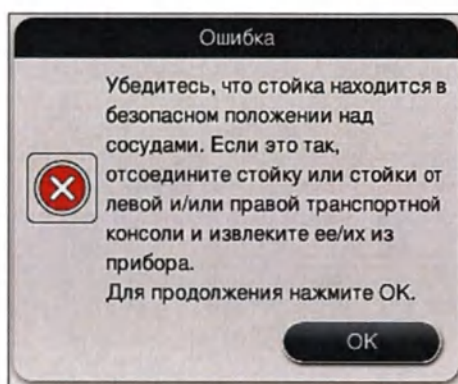
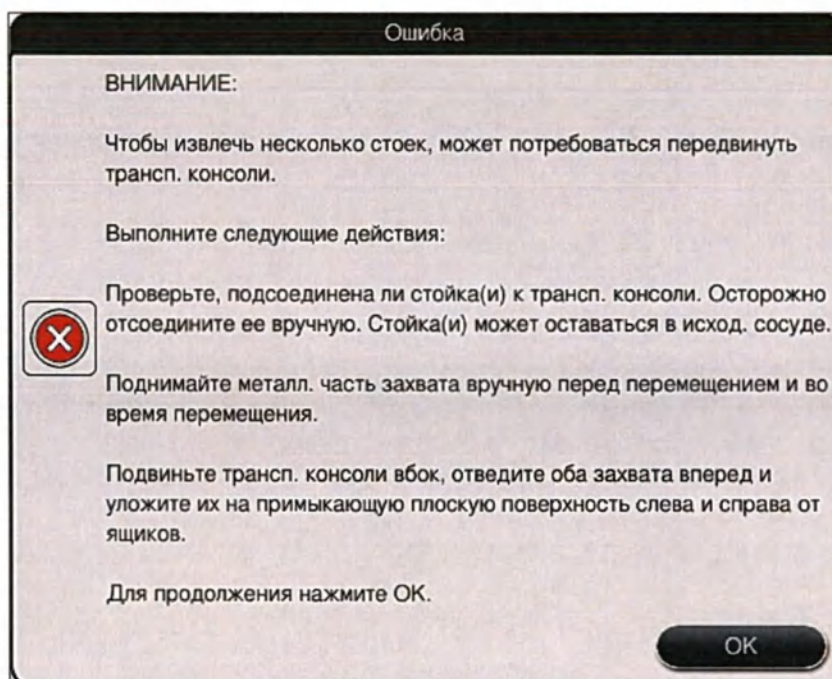

Рис. 108
Рис. 109
2. После этого в этом информационном сообщении появляется указание для пользователя проверить (→ "Рис. 108"), поместил ли прибор одну или две стойки в безопасное положение между двумя кюветами с реактивами (→ "Рис. 104").
3. При нажатии кнопки ОК (→ "Рис. 108") на экране отображается другое информационное сообщение (→ "Рис. 109"), содержащее указания для пользователя по правильному извлечению соответствующих стоек.